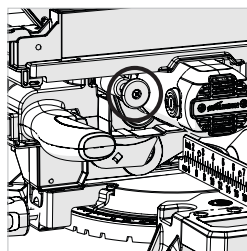

Abb. 18
- Ziehen Sie den Rastbolzen des Motors ein und drehen Sie den Motor nach oben. (Abb. 18)